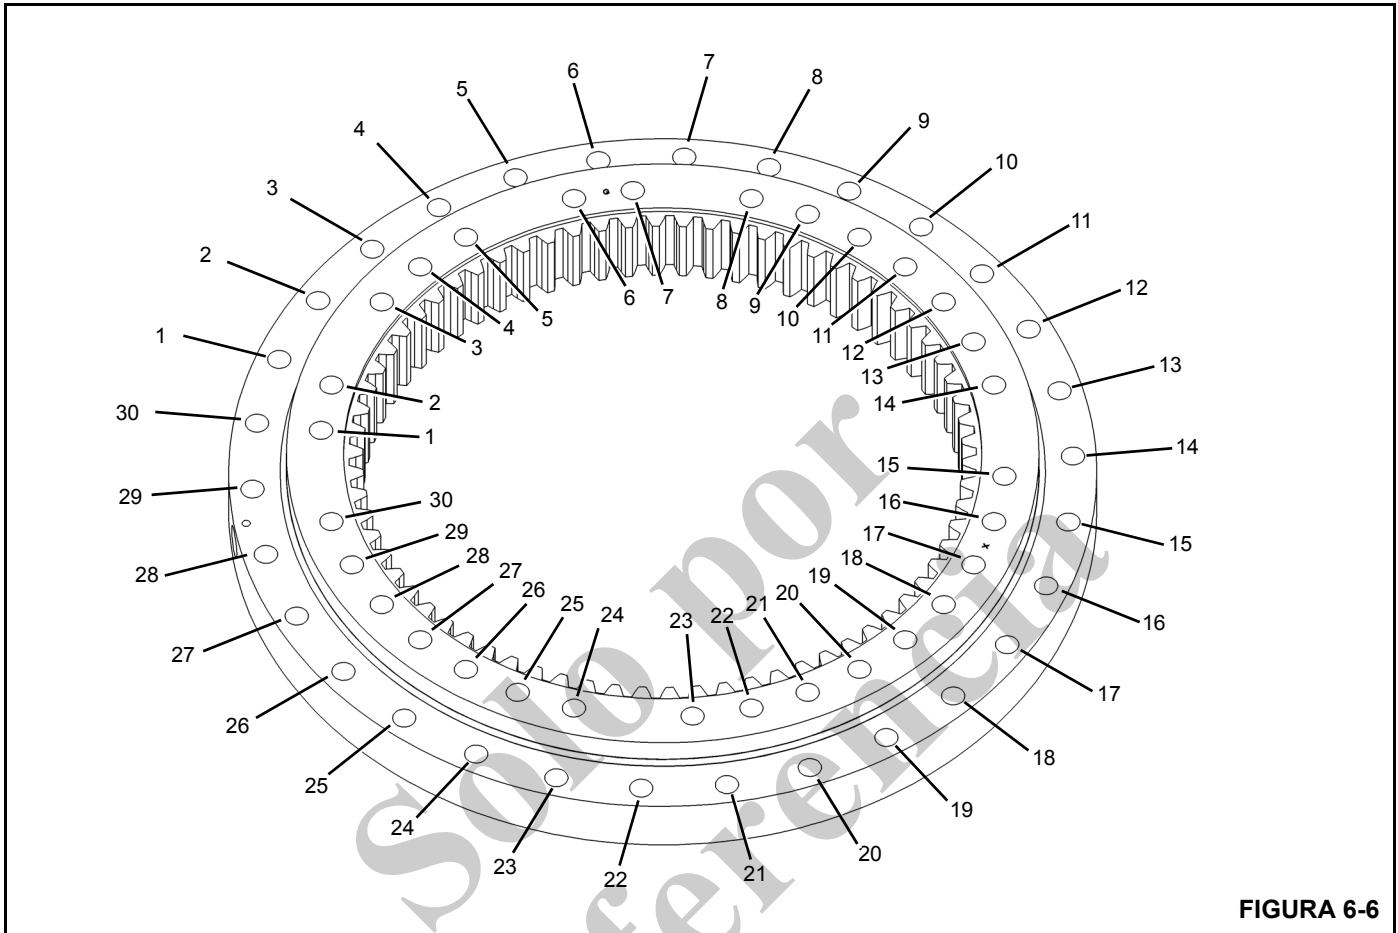

FIGURA 6-6
La pista interior del cojinete se fija a la torreta por medio de 30 pernos de grado 8 de 1 pulg (Figura 6-6). La pista exterior del cojinete se fija al chasis por medio de 30 pernos de grado 8 de 1 pulg (Figura 6-6).
2. Apriete los ocho pernos (Figura 6-6) a un valor de 670 ± 26 lb-pie (908 ± 35 Nm) usando la secuencia siguiente: 1, 19, 10, 28, 6, 23 y 15. Las herramientas utilizadas son el casquillo, llave multiplicadora, adaptador de juego entre dientes, las extensiones que sean necesarias y una llave torsiométrica.
Apriete los ocho pernos (Figura 6-6) a un valor de 670 ± 26 lb-pie (908 ± 35 Nm) usando la secuencia siguiente: 1, 17, 9, 25, 4, 20, 12 y 28.